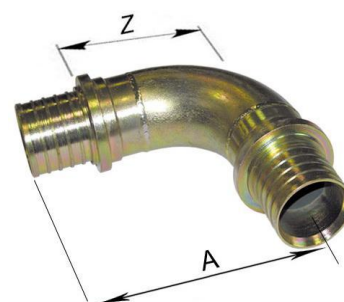

Рис. 11. Угольник
3.2.5. Угольник 90° (см. рис. 11) применяется при поворотах тепловой сети в случаях ограниченного радиуса изгиба (минимальные радиусы изгиба для трубопроводов ИЗОПЭКС представлены в таблице 1), при поворотах в непроходном канале при невозможности демонтажа стенок канала. Является пресс-фитингом, необходима комплектация монтажными гильзами из нержавеющей материала (нерж. ст., латунь).